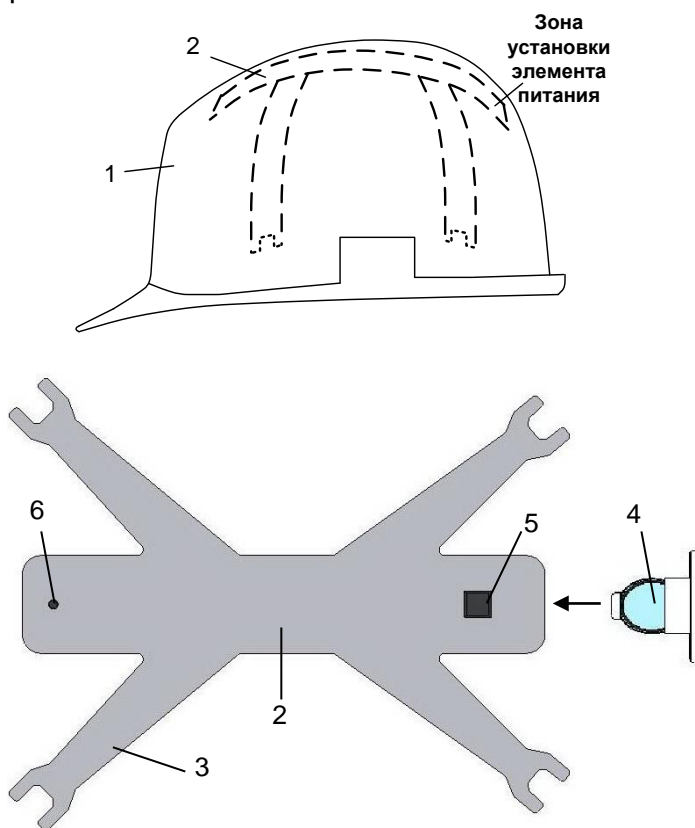

Рис. 1
СНК (рис. 1) устанавливается в каски фирм PELTOR, UVEX, а также COM3-55 последней модели. СНК представляет собой гибкую вставку 2, фиксируемую враспор внутри каски 1 с помощью вилок 3.
3.2. Установить элемент питания 4. Держатель элемента питания размещен с торца вставки в затылочной части. Установку нового элемента необходимо проводить, как показано на рис. 1, соблюдая полярность.
3.3. Осуществить контроль исправности СНК нажатием кнопки 5 (рис. 1). В исправном СНК должна прозвучать серия коротких звуковых импульсов.
3.4. Вынуть внутреннюю оснастку и вставить СНК внутрь каски. Возвратить внутреннюю оснастку каски на прежнее место и раскрепить СНК с помощью упорных вилок 3 (рис.1).
4.5.1. С помощью СНК можно с земли провести проверку наличия напряжения на проводах воздушных линий электропередачи напряжением 6-10 кВ. Для этого следует СНК поднять над головой, прикасаясь при этом, для повышения чувствительности, пальцем к контакту 6 (рис. 1).